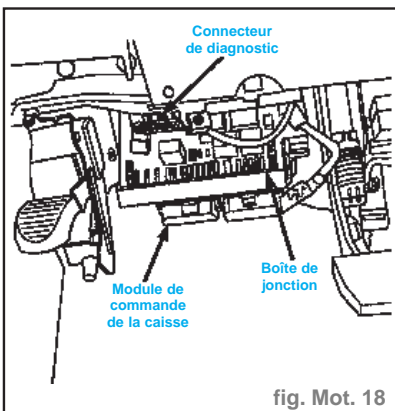

fig. Mot. 18
- Le module de commande de la caisse (BCM) est monté sur un support placé dans le véhicule, sous le tablier, à gauche de la colonne de direction (fig. Mot. 18).